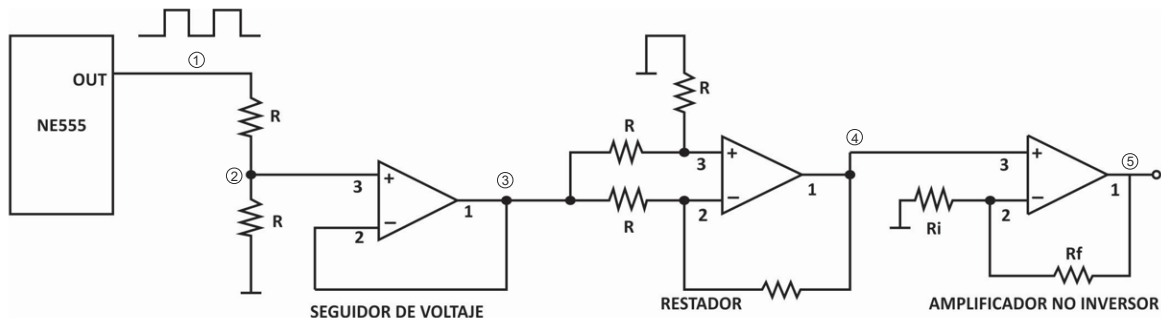

Figura 3 Circuito Amplificador de Ruido
3.- En cada caso la señal se divide entre 2 mediante un divisor de voltaje con la intención de medir el ruido térmico introducido por los resistores Figura 3.
4.-Con la ayuda de un seguidor de voltaje, la señal dividida se restara así misma, la salida del restador es cercana a cero, el valor resultante se encuentra en el orden de los mV y se considera puramente ruido Figura 3.
6.-Dibujar la señal en los puntos 1, 2, 3 y 4 de la figura 3